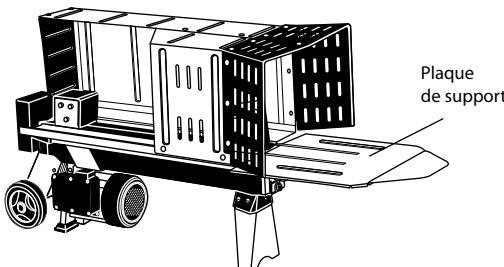

Fig. 3
5. Placez la plaque d'appui devant la machine (Fig.3).